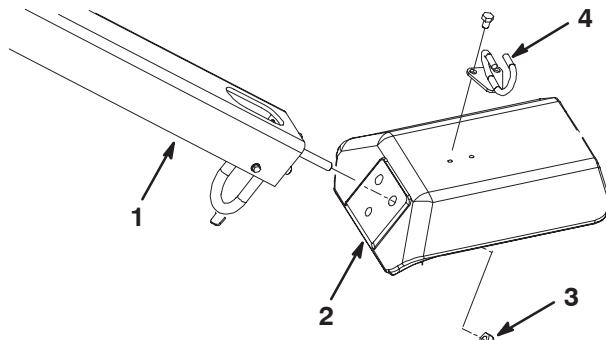

Figure 3
- Insérez les goujons de fixation du timon dans les trous de la fourche (Fig. 3).
- Fixez les goujons à la fourche avec (3) contre-écrous 1/2–20 (Fig. 3)
- Montez le guide-câbles en haut de la fourche avec (2) vis 5/16 x 1/2 pouce (Fig. 3).